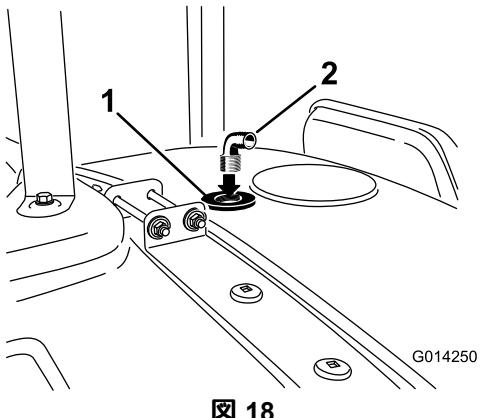

図 18
8. すすぎ用ノズルのバルクヘッドの開口のねじ山に、90°フィッティングを取り付ける図 18。